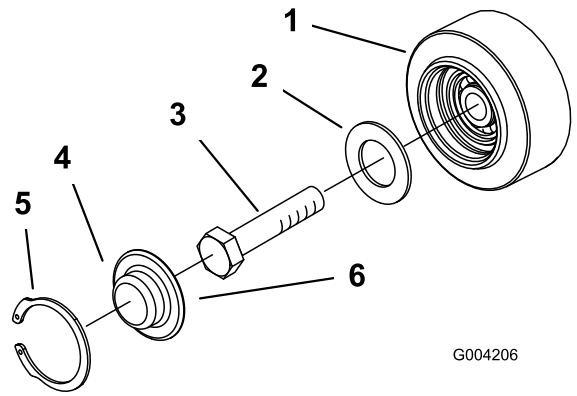

图 51
4. 检查盖下方和垫圈周围的润滑脂图 51。如果脏污、变硬或用完请清除所有润滑脂更换垫片并添加新润滑脂。
3. 从车轮上拆下卡环和盖图 51。